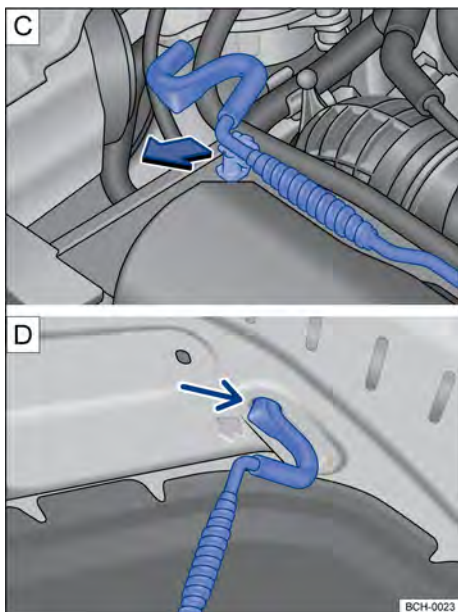

Fig. 176 [C] Haste de sustentação da tampa do compartimento do motor. [D] Tampa do compartimento do motor apoiada na haste de sustentação.
- Retirar a haste de sustentação do suporte no sentido da seta → Fig. 176 [C] e posicioná-la na abertura na tampa do compartimento do motor → Fig. 176 [D].
- Retirar a haste de sustentação do furo → Fig. 176  e encaixá-la no suporte do fecho → Fig. 176 .